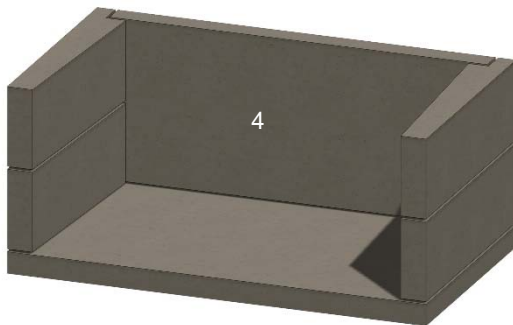

Figura 11. Placa trasera
E. Instale la placa trasera (4). Véase la figura 11.